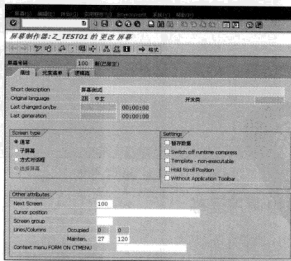

图 12-32 填写屏幕描述
STEP 5 在弹出的界面的“属性”页中输入屏幕描述后单击“”按钮，如图 12-32 所示。